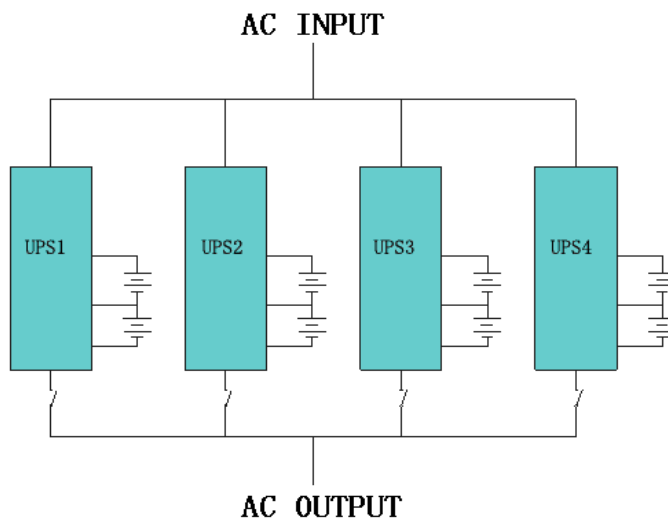

Fig. 4-1 Conexión en paralelo
- 2) Conecte todas las salidas del SAI paralelo a un cuadro de conexiones mediante interruptores individuales de protección antes de conectar las cargas. Véase la Fig. 4-1.
- ① Modo de trabajo: seleccione funcionamiento en Paralelo;
- ② ID paralelo: ajustar el ID único y diferente de cada SAI uno a uno;
- ③ Número paralelo: ajustar el número de SAI que forman el agrupamiento paralelo.